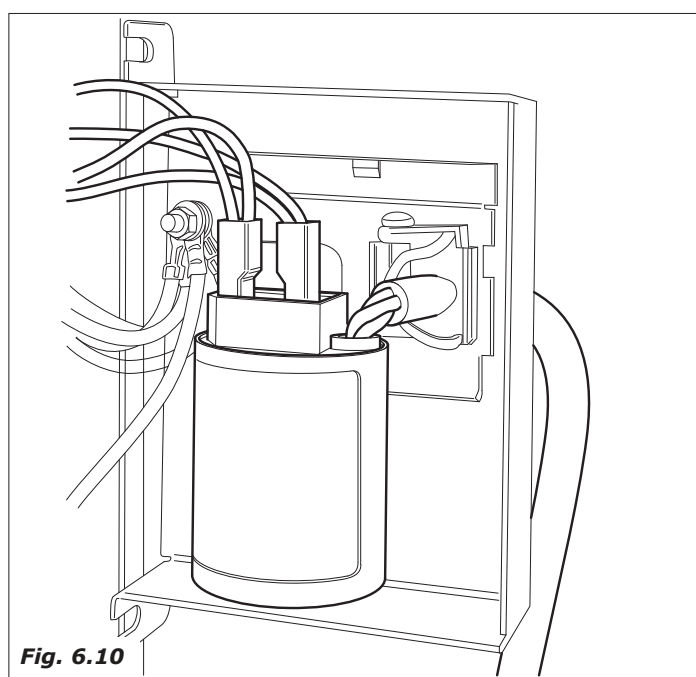

Fig. 6.10
*Reste sous tension, le connecteur du câble d'alimentation (figure 6.10)*